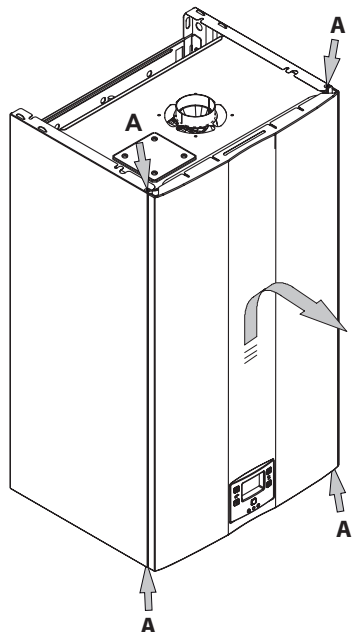

Рис. 9.1
- Снимите винты А, затем снимите переднюю панель, потянув ее на себя (Рис. 9.1).